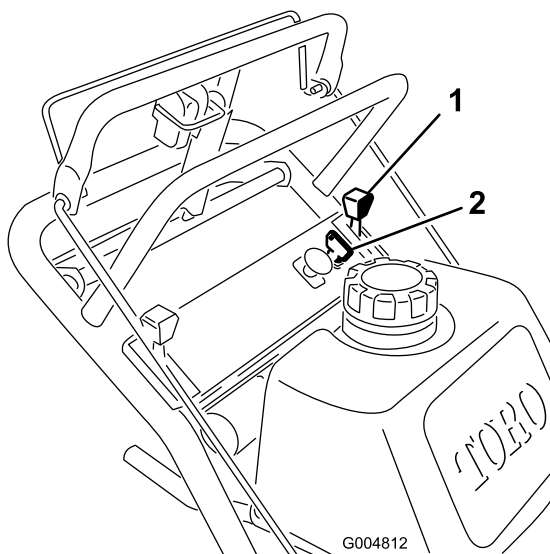

Figura 16
1. Mueva la palanca del acelerador a la posición **Lento** (Figura 16).
3. Gire la llave de contacto a **Desconectado** (Figura 16).